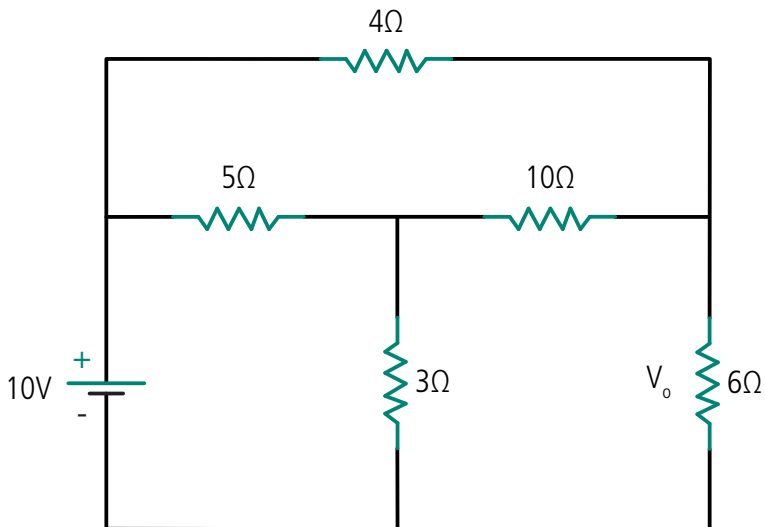

Figura 8.9: Resistência equivalente e V_o
7. Calcule a resistência equivalente R_t e a tensão de saída V_o de uma rede construída em forma de T, observe a Figura 8.9.